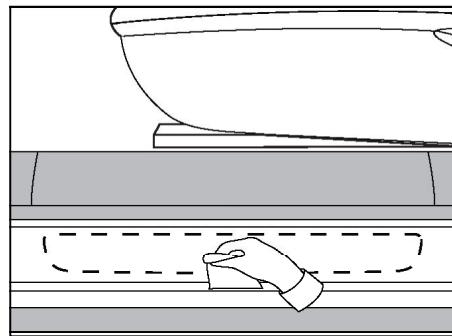

FIGURA 1
- Limpie la zona donde se va a aplicar la placa del estribo con la toallita humedecida en alcohol suministrada y luego seque la zona para eliminar cualquier resto de alcohol (figura 1).